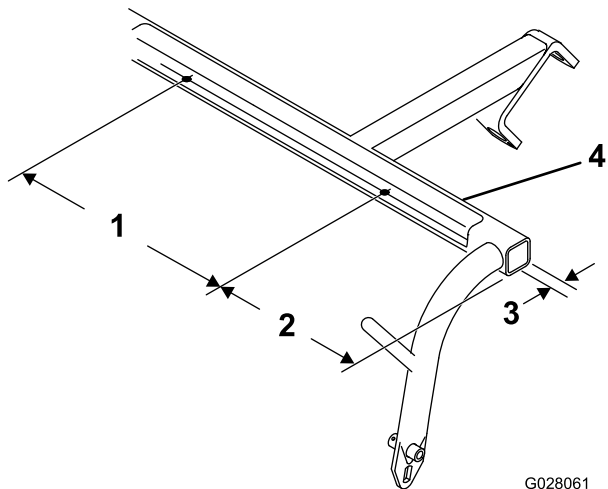

Figura 2
1. Utilizzando le dimensioni illustrate nella Figura 2, praticate 2 fori con un diametro di 5,6 mm sul lato inferiore di ciascun tubo incrociato del braccio di trazione.